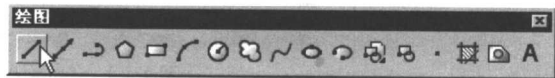

图 1.1.3 单击【直线】按钮
- 02** 如图 1.1.3 所示，单击【绘图】工具栏中的【直线】按钮，按照命令行的提示绘制出相似三角形。